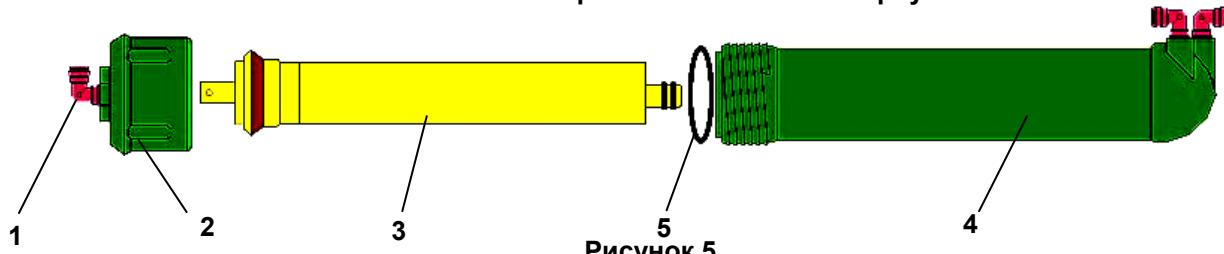
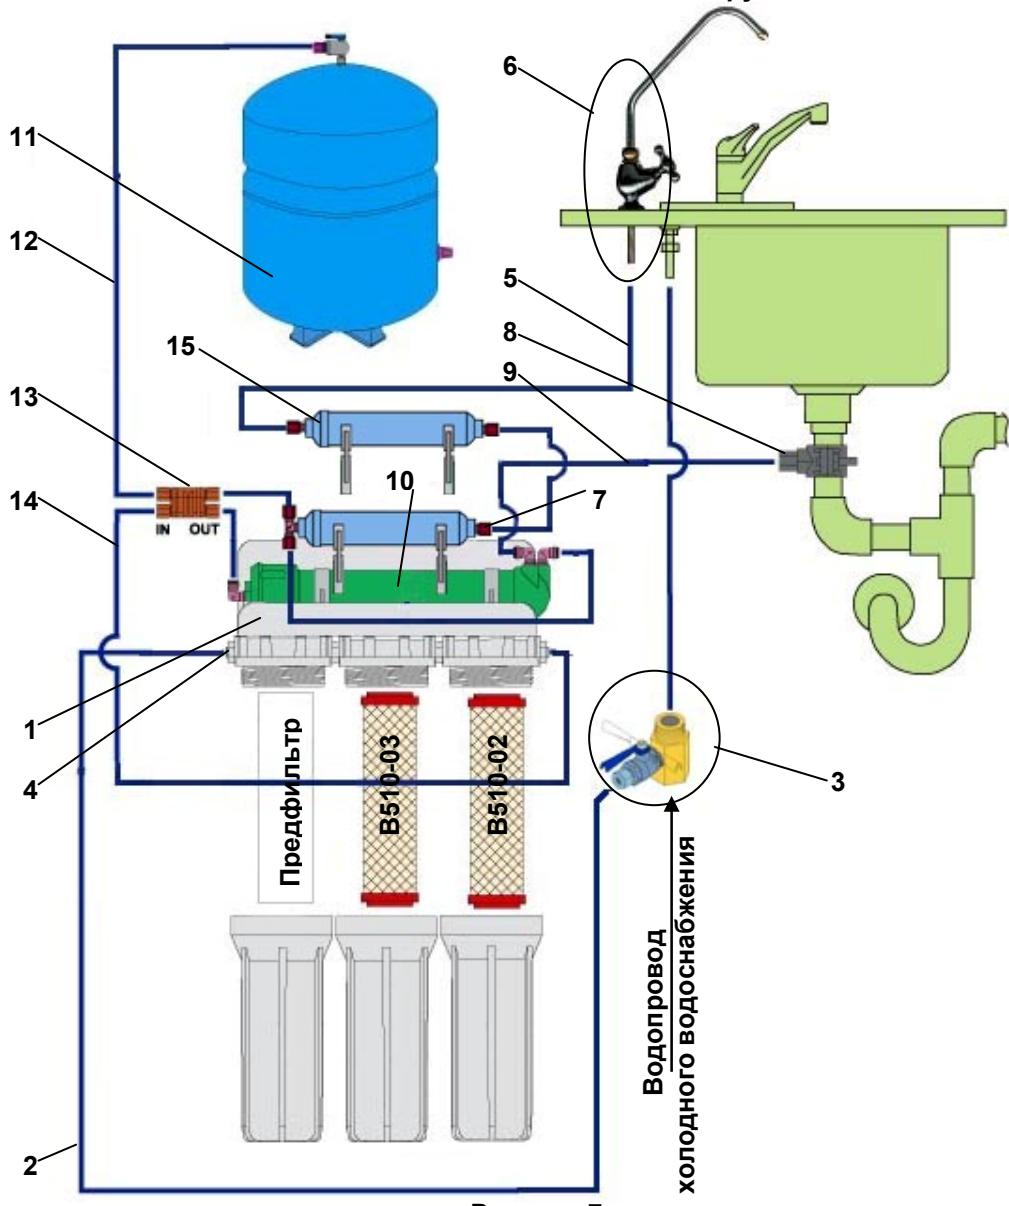

Рисунок 5
Рисунок 7
### Установка водоочистителя (рис.7)
- Отсоедините трубку JG (14) от штуцера мембранных клапанов (13). Соединение JG: выньте из под пластиковой втулки стопорную клипсу, нажмите на торец пластиковой втулки, вытяните трубку (или открутите накидную гайку – соединение JACO).
- Слейте через эту трубку воду в течении 15 минут, открыв основной вентиль системы холодного водоснабжения и входной кран\* (см. Рисунок 7 позиция 3).
- Подсоедините трубку JG (14) (просто вставьте предварительно смоченный водой конец трубы во втулку мембранных клапанов (13) до упора на глубину примерно 15 мм) или накрутите накидную гайку.
1. Закройте кран на баке-накопителе (флажок крана должен быть повернут перпендикулярно выходящей трубке) и откройте входной кран\* (см. Рисунок 7 позиция 3).
**Для замены мембранных элементов (см. рис. 5):**
- Отсоедините трубку JG от входного штуцера (1). Соединение JG: выньте из под пластиковой втулки стопорную клипсу, нажмите на торец пластиковой втулки, вытяните трубку (или открутите накидную гайку – соединение JACO).
- Открутите крышку (2) корпуса (4).
- Освободите новый мембранный элемент от упаковки и вставьте его (3) в корпус (4) так, чтобы широкое уплотнительное кольцо мембранныго элемента (3) оказалось со стороны резьбовой части корпуса (4).
- Прилагая достаточное усилие, вдавите мембранный элемент (3) в корпус (4) до упора.
- Проверьте наличие и целостность уплотнительного кольца (5).
- Наверните крышку (2) на корпус (4).
- Подсоедините трубку JG (просто вставьте предварительно смоченный водой конец трубы во втулку входного штуцера (1) до упора на глубину примерно 15 мм).
**Для замены постфильтра угольного (см. рис. 7):**
- Отсоедините трубку JG от выходного штуцера (7). Для этого выньте из под пластиковой втулки стопорную клипсу, нажмите на торец пластиковой втулки, вытяните трубку.
**Для замены минерализующего картриджа (см. рис. 7):**
- Отсоедините трубку JG от выходного штуцера (15). Для этого открутите накидную гайку – соединение JACO.